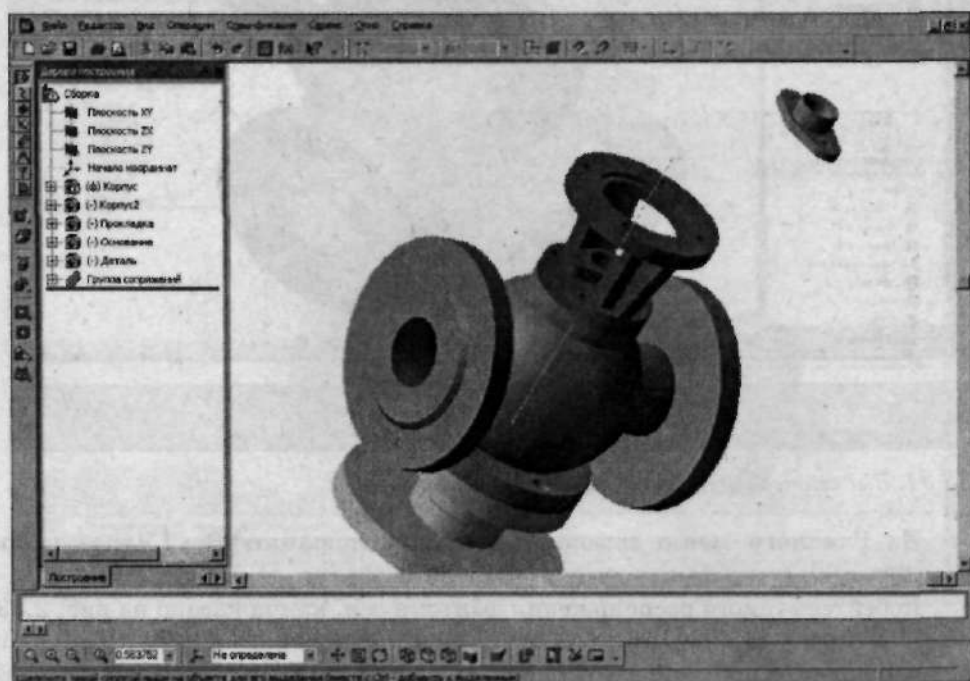

Рис. 3.30. Добавьте в сборку деталь *Крышка*
1. Аналогично предыдущим пунктам добавьте в сборку деталь *Крышка* (рис. 3.30). В Дереве построения измените название пункта Деталь на *Крышка*.